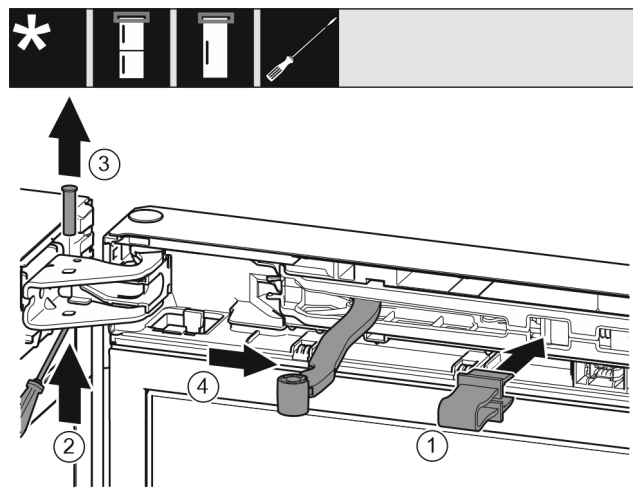

Fig. 9
► Lad sikringen klikke på plads i åbningen. Fig. 9 (1)
► Skub bolten ud med en skruetrækker. Fig. 9 (2)
► Tag bolten opad og ud. Fig. 9 (3)
► Drej leddet mod døren. Fig. 9 (4)